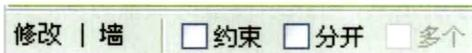

图 1-9
- **移动：**用于将选定的图元移动到当前视图中指定的位置。单击“移动”按钮，选项栏如图 1-9 所示。